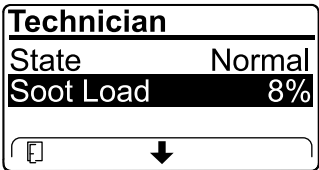

Figura 43
- Veja a carga de fuligem que é medida como percentagem de fuligem no DPF (Figura 43); consulte a tabela de carga de fuligem.